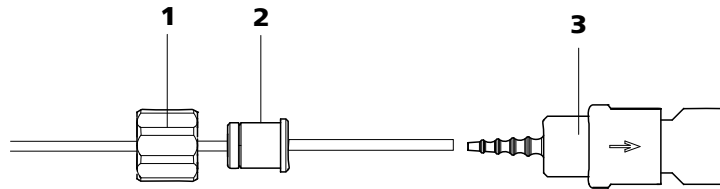

Abbildung 28 Pumpschlauch-Verbindung mit Filter installieren
- **Fall A:** eine Pumpschlauch-Verbindung **mit Filter** (6.2744.180) (siehe Abbildung 28, Seite 50) oder